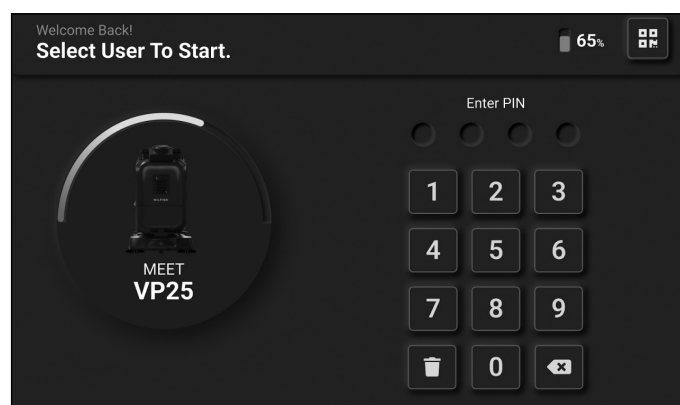

Abbildung 22
2. Geben Sie Ihre PIN ein (**Abb. 22**).